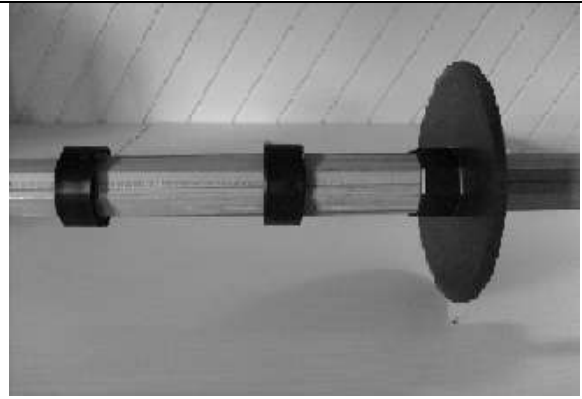

Figure 2
- b. Enfiler par l'autre extrémité un flasque, puis les bagues d'enroulement, puis l'autre flasque (fig.2).